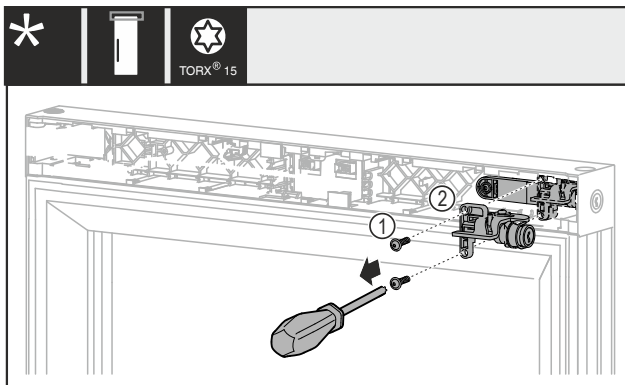

Fig. 10
- Odvrnite vijke Fig. 10 (1).
- Skinite mehaničku bravu Fig. 10 (2).